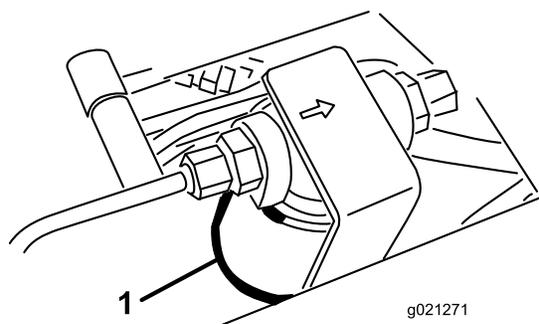
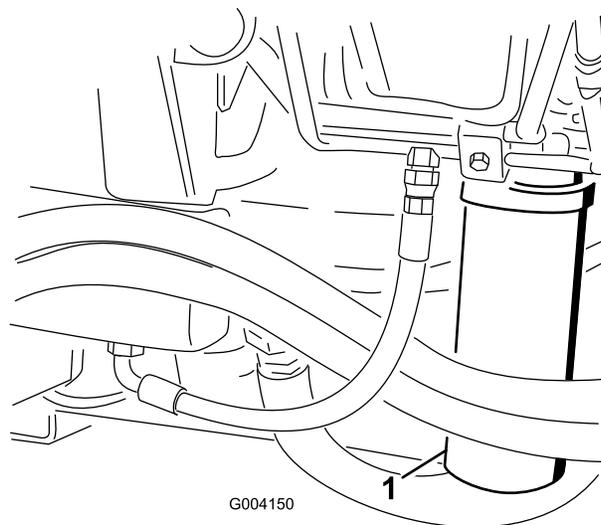

Рисунок 90
Рисунок 91
2. Очистите область вокруг места крепления фильтра и установите сливной поддон под фильтр (Рисунок 90) и (Рисунок 91).